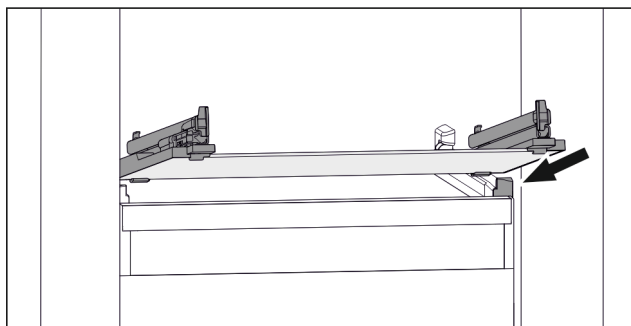

Fig. 107 Simbolična slika staklene plošče
- ▶ Stakleno ploščo postavite v poševnem položaju za zaustavljalniki. (glejte Fig. 107)